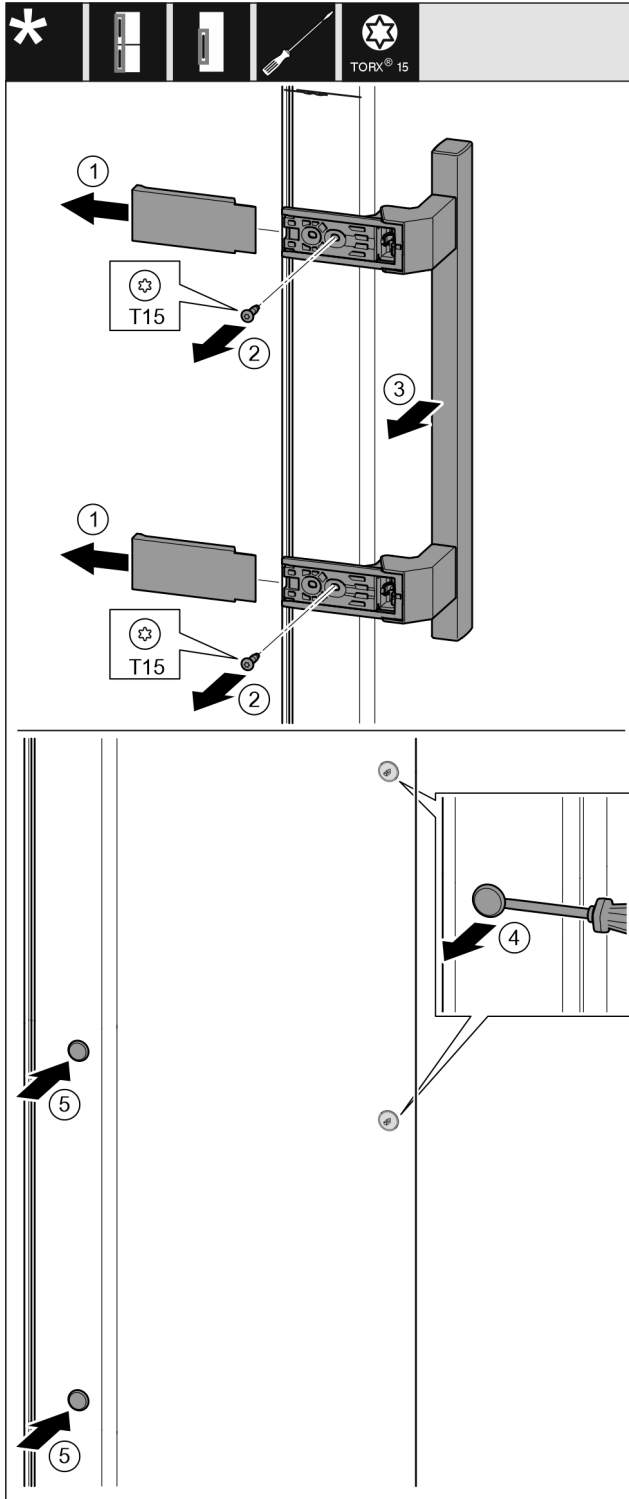

Fig. 22
- ▶ Vedä suojus irti. Fig. 22 (1)
- ▶ Kierrä ruuvit irti T15-ruuvimeisselillä. Fig. 22 (2)
- ▶ Irrota kahva. Fig. 22 (3)
- ▶ Kohota sivussa olevia nastoja varovasti uraruuvimeisselillä ja vedä ne ulos. Fig. 22 (4)
- ▶ Aseta nastat paikoilleen toiselle puolelle. Fig. 22 (5)